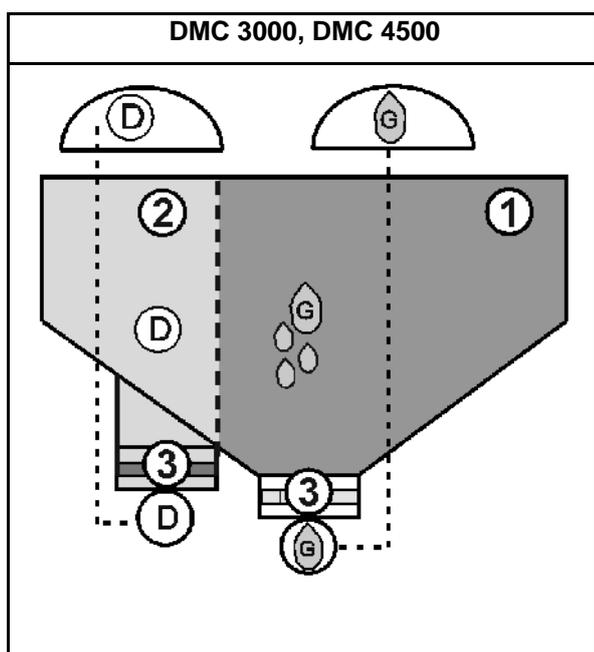
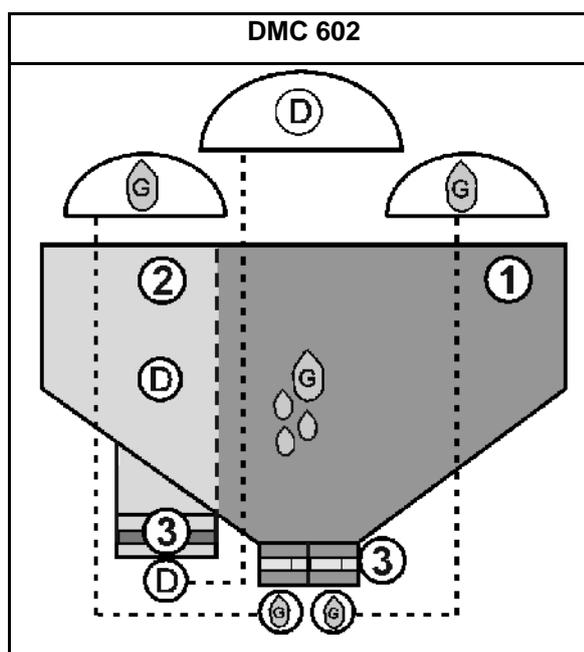

Fig. 30
Fig. 31
- Equipar el dosificador (Fig. 30/3, Fig. 31/3) con un rodillo dosificador para abono.